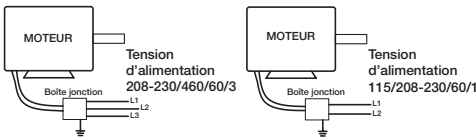

Figure 12 — Schéma de câblage typique
**REMARQUE :** Utiliser un minimum de cinq (5) vis par côté.
10. Poser et câbler le sectionneur de sécurité sous le capot de ventilateur et câbler le moteur conformément au schéma de câblage. Voir Raccordement électrique, Figure 12. Câbler les commutateurs de commande au niveau du sol.
**REMARQUE :** Voir le schéma de câblage à la Figure 12.